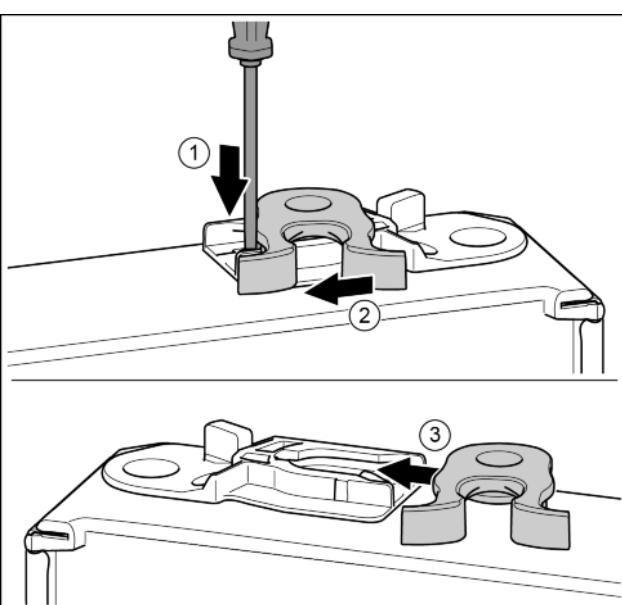

Fig. 16
- Odvijačem s prorezom pritisnite jezičac prema dolje. Fig. 16 (1)
- Izvucite kuku za zatvaranje iz vodilice. Fig. 16 (2)
- Gurnite kuku za zatvaranje na drugoj strani u vodilicu. Fig. 16 (3)